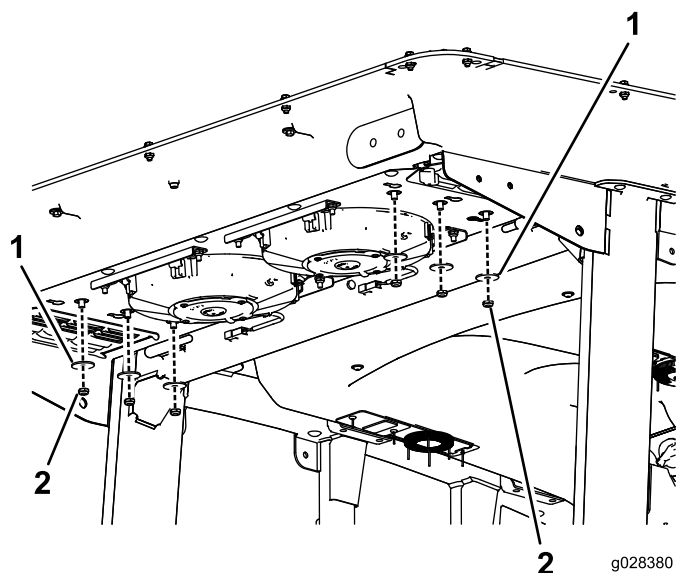

Figura 55
2. Retire as seis porcas e anilhas da parte inferior da traseira da cabina (Figura 55).